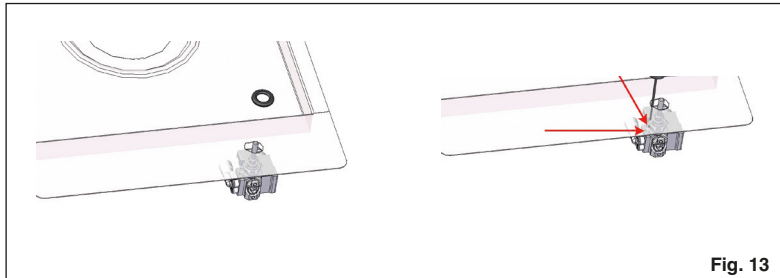

Fig. 13
- la sustitución de los inyectores (Fig. 13) con los correspondientes al tipo de gas a utilizar (véase tabla “Características utilizadores”).
- para la regulación del mínimo, usar un destornillador apropiado en el tornillo puesto sobre la llave (Fig. 13) después de averlo girado en la posición de mínimo. Para GPL (Butano/propano) atornillar a fondo.